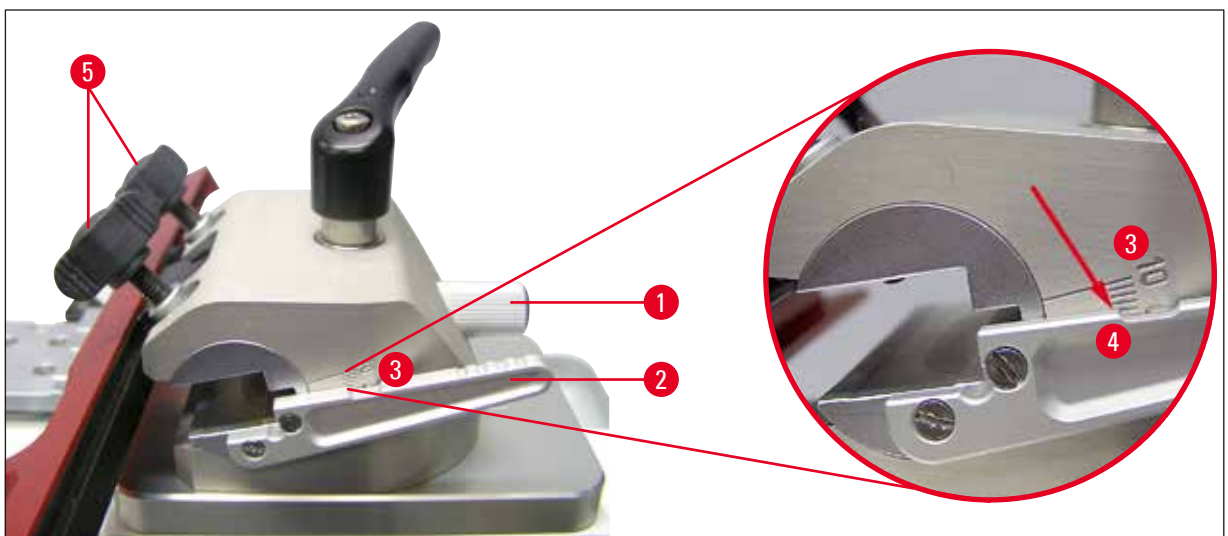

Fig. 13
**Échelle de réglage de l'angle (→ Fig. 13)**
- Pour régler l'angle souhaité, utiliser le levier de réglage (→ Fig. 13-2) tout en se basant sur la graduation (→ Fig. 13-3). Le bord supérieur (→ Fig. 13-4) flèche rouge sur la (→ Fig. 13) du levier (→ Fig. 13-2) doit correspondre au repère de l'angle de dégagement souhaité.